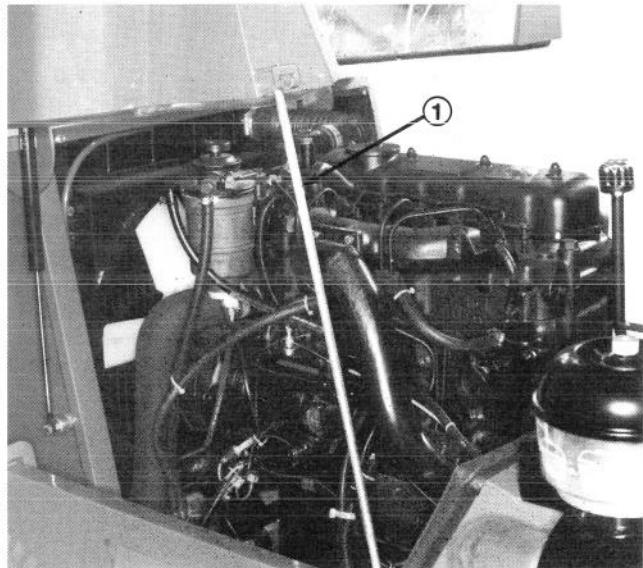

Fig. 2
- Aprire il cofano e tenerlo sollevato con l'asta di supporto (Fig. 2).